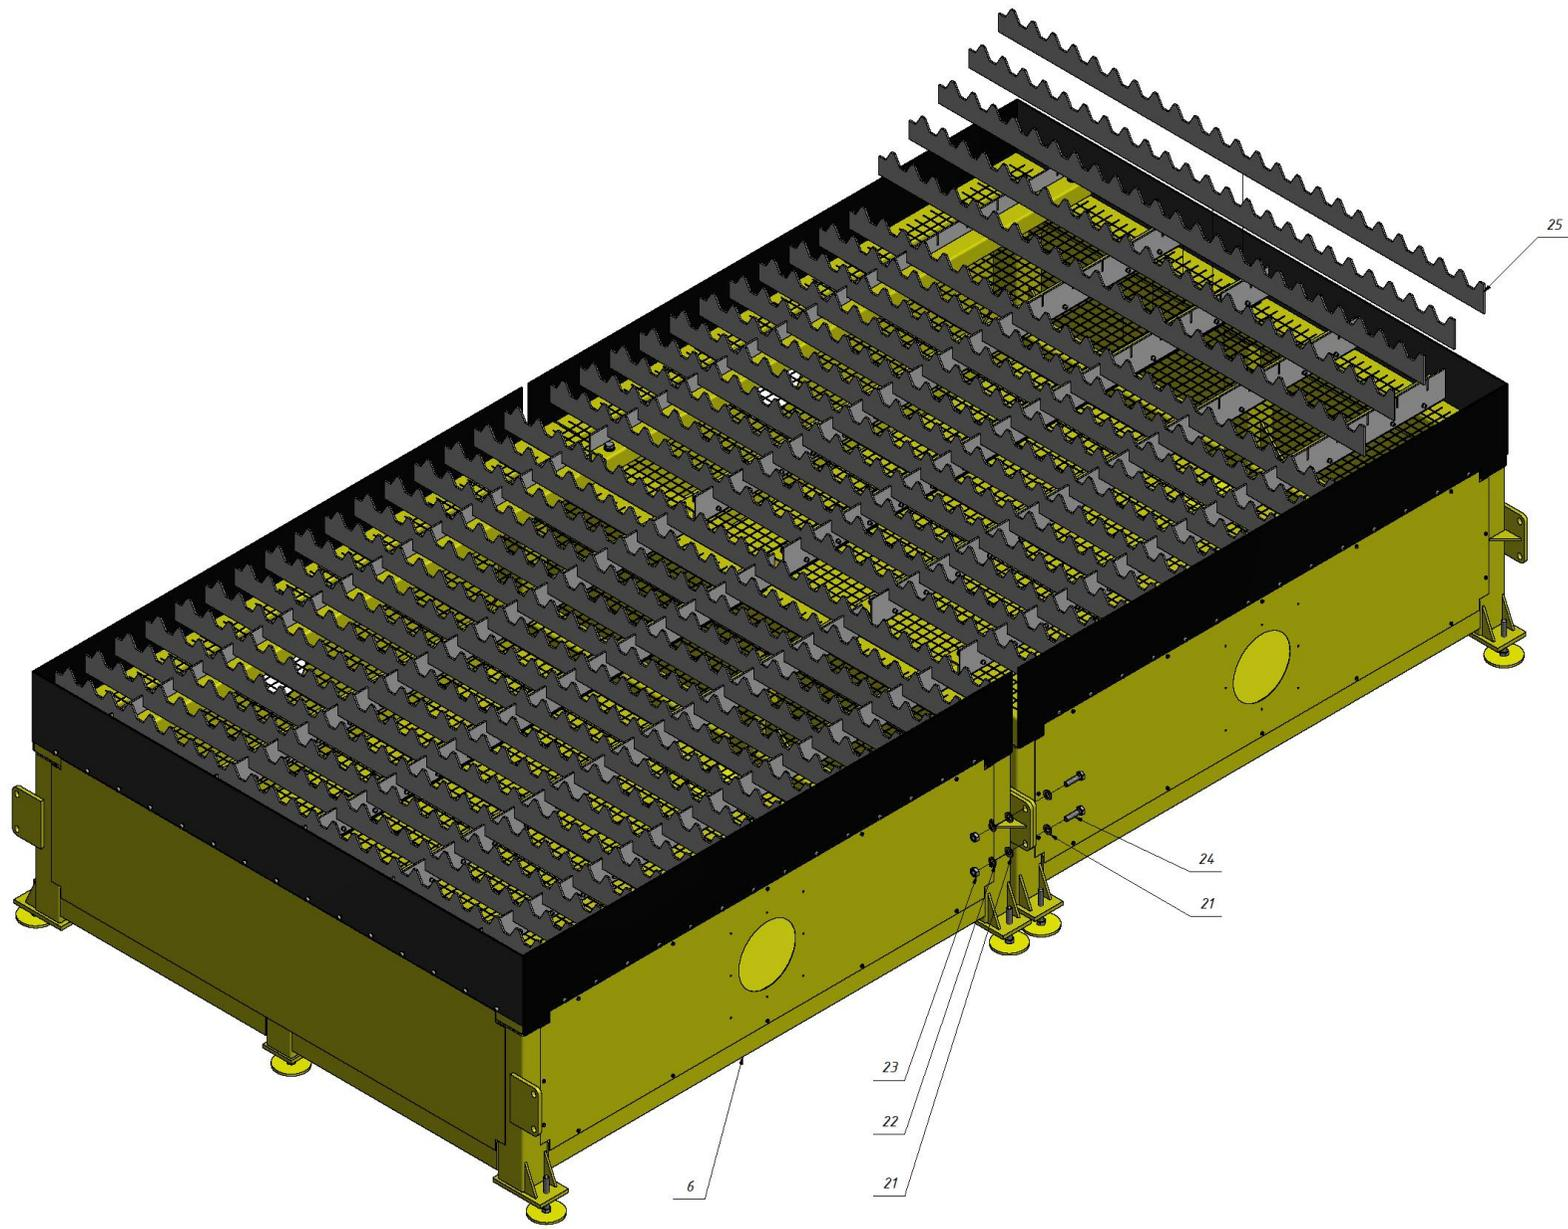

Рисунок 7.5
5. Соединить модули термической резки №6 (см. рисунок 7.5) и зафиксировать 8-ю болтовыми соединениями. Установить опорные пластины №25 в пазы. Выставить модули термической резки по лазерному уровню в горизонт.